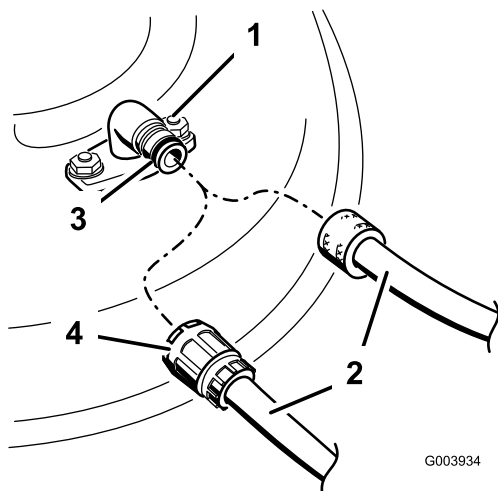

Figura 49
3. Conecte el acoplamiento de la manguera al extremo del conector de lavado del cortacésped, y abra el grifo al máximo (Figura 49).